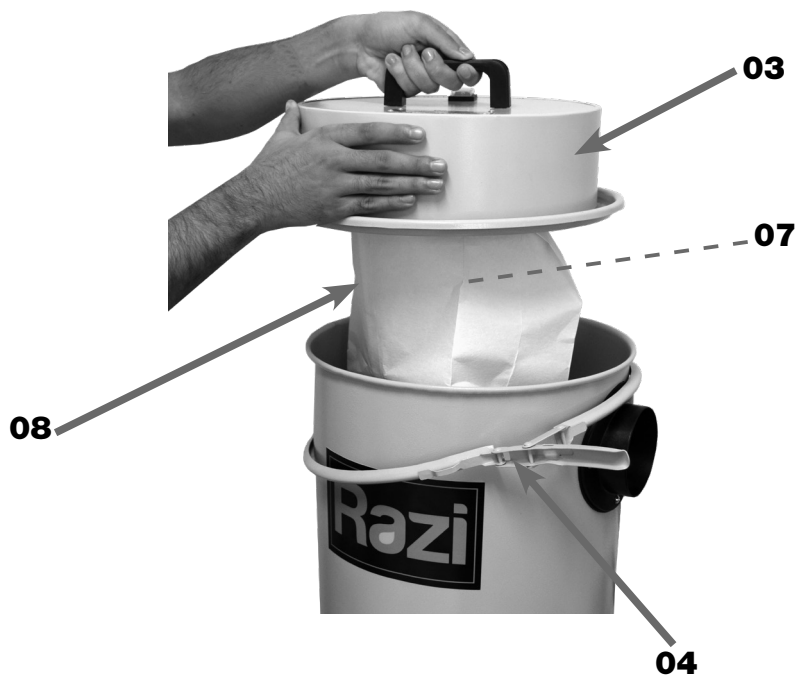

FIGURA 06D – Travamento da Tampa com os Filtros
3. SOLTAR a Tampa (03), destravando a Presilha (04) (figura 06D);
5. FECHAR a Tampa (03) e travar a Presilha (04) (figura 06D).